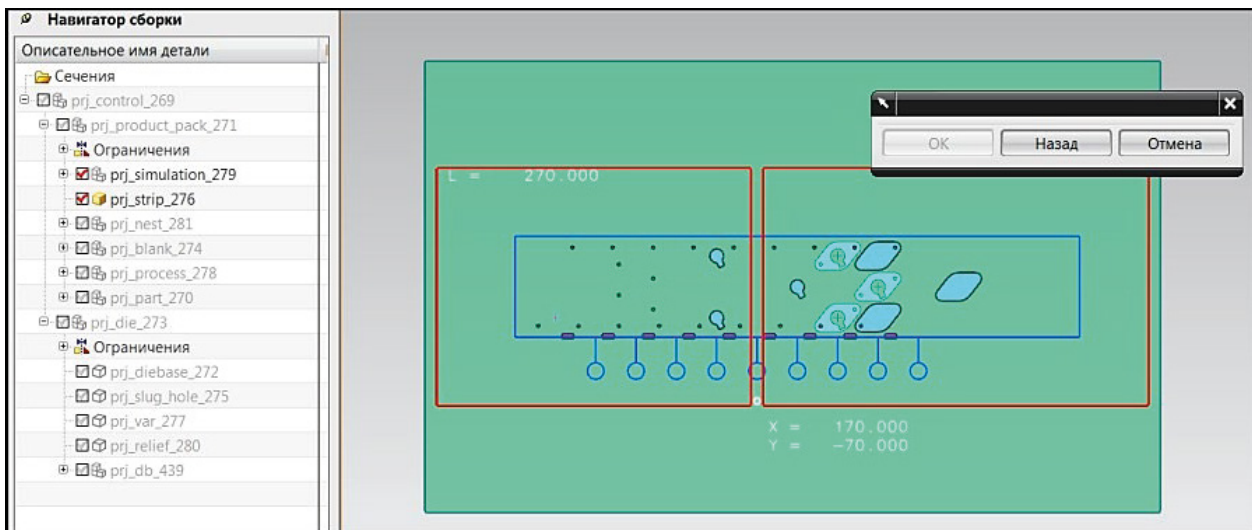

Рис. 7.18. Установка линии разделения верхней подкладной плиты на две
24. В главном окне становится активным компонент *prj\_strip\_276*. Файлы пакета штампа, кроме выбранной верхней подкладной плиты, скрываются автоматически. Красными динамически изменяемыми прямоугольниками отображаются контуры будущих плит с указанным значением разрыва (рис. 7.18).